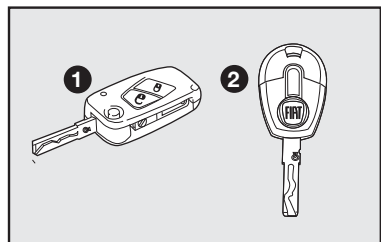

fig. 1
## CHAVES – fig. 1
Com o veículo são entregues, conforme versão, uma chave **1–fig. 1** ou duas chaves **2–fig. 1**.
As chaves **1** ou **2–fig. 1** de uso normal no veículo são usadas para:
- abertura/fechamento das portas por meio do controle remoto (chave **1–fig. 1**).
Para a chave **2–fig. 1** está prevista a predisposição para instalação de controle remoto.